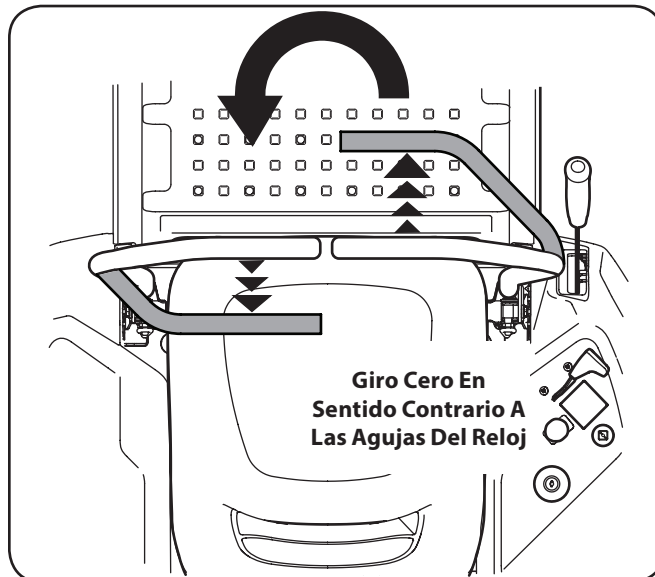

Figura 5-11
3. Para girar en sentido contrario a las agujas del reloj, mueva la palanca de control del lado derecho hacia adelante mientras mueve simultáneamente la palanca de control izquierda hacia atrás. Vea la Figura 5-11.